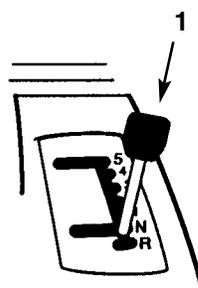

Bild 8
3. Den Schalthebel auf Neutral "N" stellen (Bild 8).